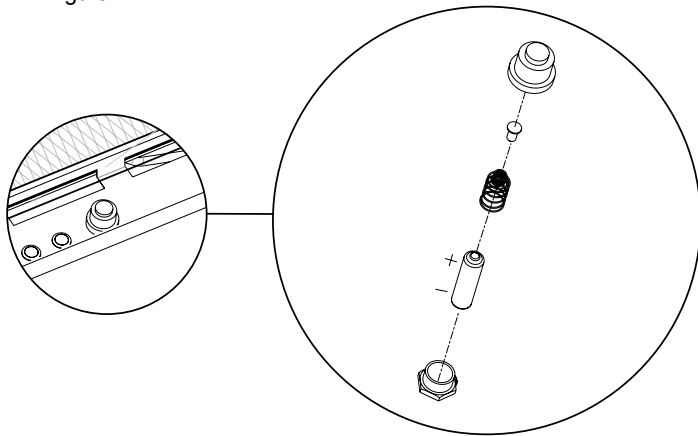

Figure 22
4. Dévisser le bouton d'allumage et installer la pile AA fournie dans l'enveloppe d'instruction avant de fermer la porte de contrôle. Voir figure 22.